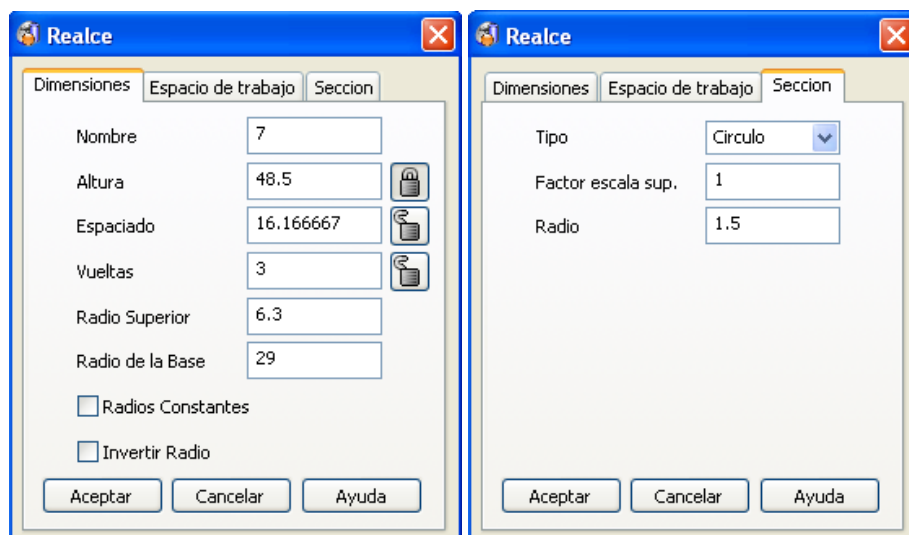

Figura 2.63 Modificación de parámetros.
- De la Barra de Herramientas Superficies , seleccionar Muelle . Escribir en la casilla Introducir comando , pulsar Intro. Hacer doble clic sobre el muelle para abrir el formulario Realce, modificar las dimensiones Altura a 48.5, deseleccionar la casilla Radios Constantes y escribir Radio Superior 6.3, Radio de la Base 29 (Figura 2.63), seleccionar la pestaña Sección y modificar Radio a 1.5 (Figura 2.63), clic en Aceptar.